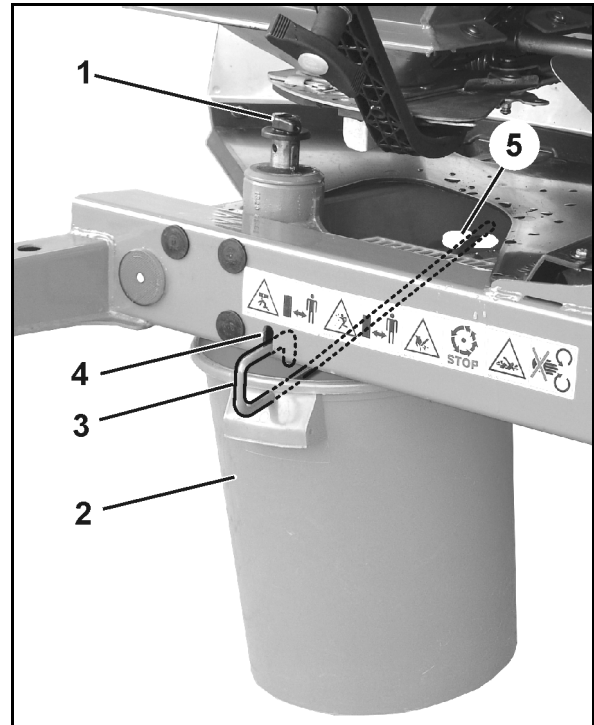

Bild 50
- 2.1 Skruva bort vingskruven (Bild 50/1) som fäster spridartallriken och dra bort spridartallriken från drivaxeln.
3. Haka in uppfångningsbehållaren (Bild 50/2) med hjälp av handtag (Bild 50/3) in ramens mottagaranordningar (Bild 50/4 och Bild 50/5).